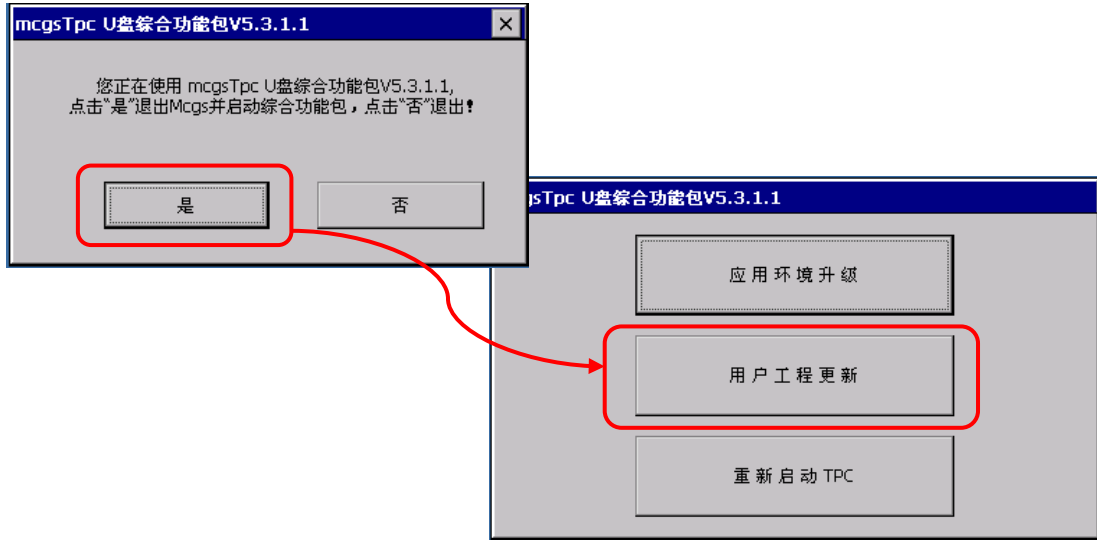

图 3.3.2
■ 在TPC上插入U盘，出现“正在初始化U盘.....”后，稍等片刻便会弹出是否继续的对话框，点击“是”，弹出功能选择界面。如图3.3.2所示。